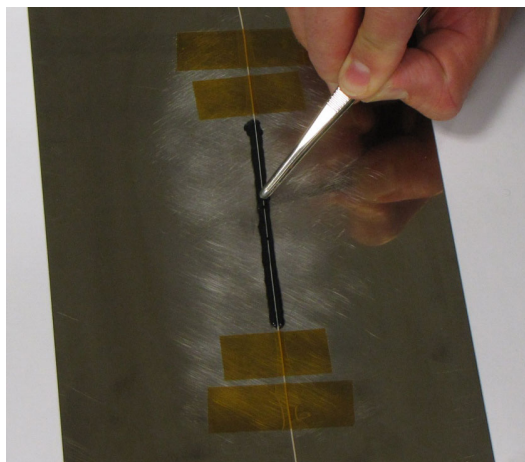

図2.12 先端が丸いピンセットで光センサファイバFS70PKFを押し下げる
- ▶ 光ファイバをエポキシ接着剤に静かに押し付けて、ファイバを接着剤に完全に埋め込み、先端が丸いピンセットを使用してファイバを計測対象の表面にできるだけ近づけます（図2.12）。